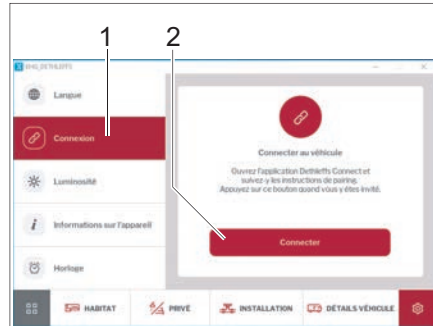

Fig. 273 Connexion via l'écran EHG
- Appuyer sur la touche *Connexion* (Fig. 273,1).